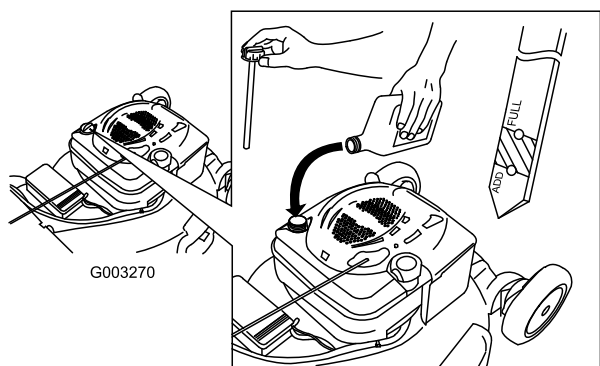

Figura 10
1. Retire la varilla, límpiela, y vuelva a colocarla (Figura 10).
- Retire la varilla y compruebe el nivel de aceite (Figura 10). Si el nivel de aceite está por debajo de la marca Add de la varilla, vierta **lentamente** aceite en el tubo de llenado hasta que el nivel llegue a la marca Full de la varilla. **No llene demasiado.** (Capacidad máxima: 0,59 l, tipo: SAE 30, aceite detergente con clasificación de servicio API SF, SG, SH, SJ, SL o superior.)